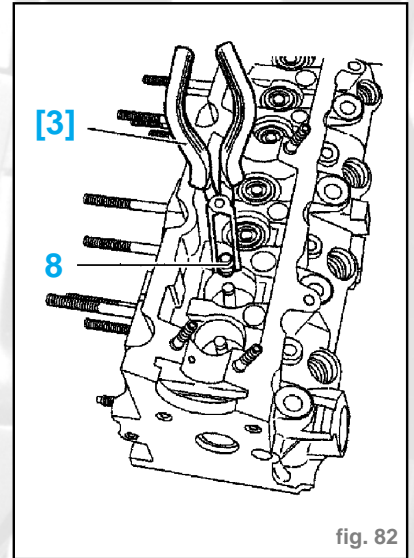

fig. 82
- Déposer les joints de queue de soupapes (8) à l'aide de l'outil [3] (-). 0170-Z (fig. 82).